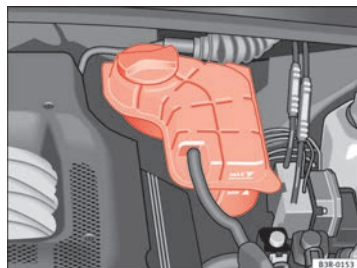

Fig. 179 Compartimento del motor: Depósito del líquido refrigerante
- Verifique el nivel del líquido refrigerante en el depósito de expansión del líquido refrigerante ⇒ fig. 179. Estando el motor frío, el nivel debe estar entre las marcas “min” y “max”. Con el motor caliente, el nivel también puede estar un poco por encima de la marca “max”.
- Ponga un paño sobre el tapón del depósito de expansión del líquido refrigerante ⇒ fig. 179 y desenrósquelo **con cuidado** girando hacia la izquierda ⇒ ⚠.